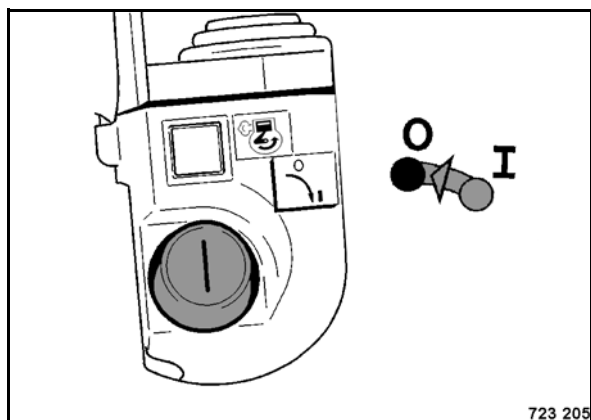

Рис. 79
- Выключить зажигание (Рис. 79).